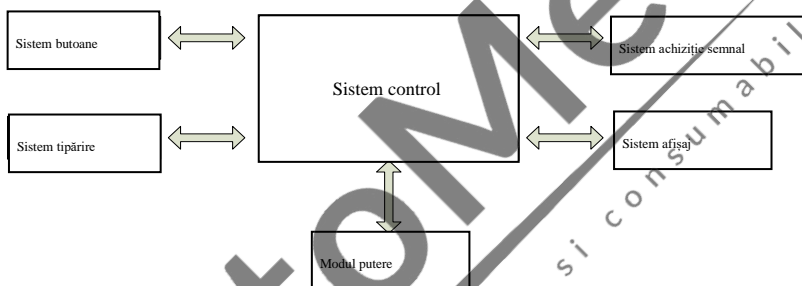

Figura 4-2 Diagrama bloc a unității de control
(2) Diagrama bloc a principiului este prezentată în Figura 4-2.